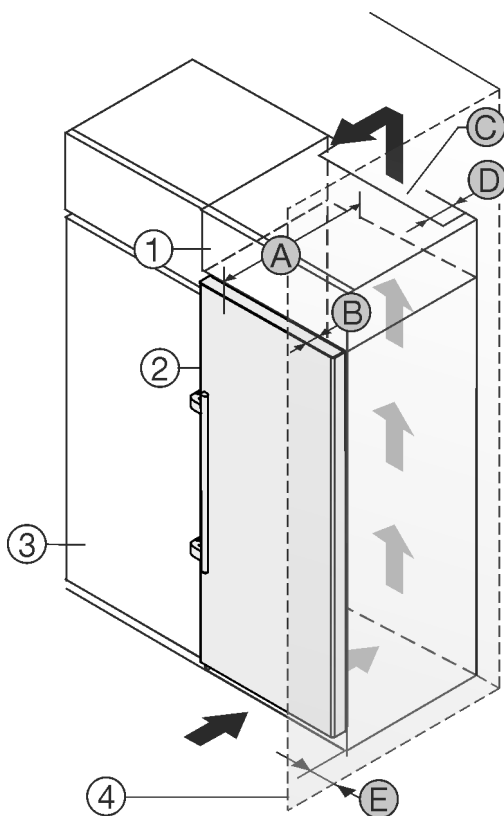

Fig. 2
- (1) Armadietto sovrapponibile *
- (2) Apparecchiatura *
- (3) Mobile da cucina *
- (4) Parete *
- (A) Profondità apparecchiatura *
- (B) Profondità porta *
- (C) Sezione di ventilazione *
- (D) Distanza lato posteriore apparecchiatura *
- (E) Distanza lato apparecchiatura *
È possibile posizionare l'apparecchiatura accanto a un mobile da cucina Fig. 2 (3).*
Sul lato posteriore dell'armadietto sovrapponibile deve essere presente un vano di scarico dell'aria con la profondità Fig. 2 (D) che attraversa l'intera larghezza dell'armadietto sovrapponibile.*
Sotto al soffitto deve essere presente la sezione di ventilazione Fig. 2 (C).*
Se si installa l'apparecchiatura con le cerniere accanto a una parete Fig. 2 (4), la distanza tra l'apparecchiatura e la parete deve essere di almeno 57 mm, che corrisponde alla sporgenza della maniglia a porta aperta.*
Per poter aprire completamente la porta, installare l'apparecchiatura in modo che sporga dal frontale del mobile da cucina almeno della misura della profondità della porta Fig. 2 (B). L'apparecchiatura può sporgere ulteriormente a seconda della profondità dei mobili da cucina Fig. 2 (3) e dell'utilizzo di distanziatori a parete.*